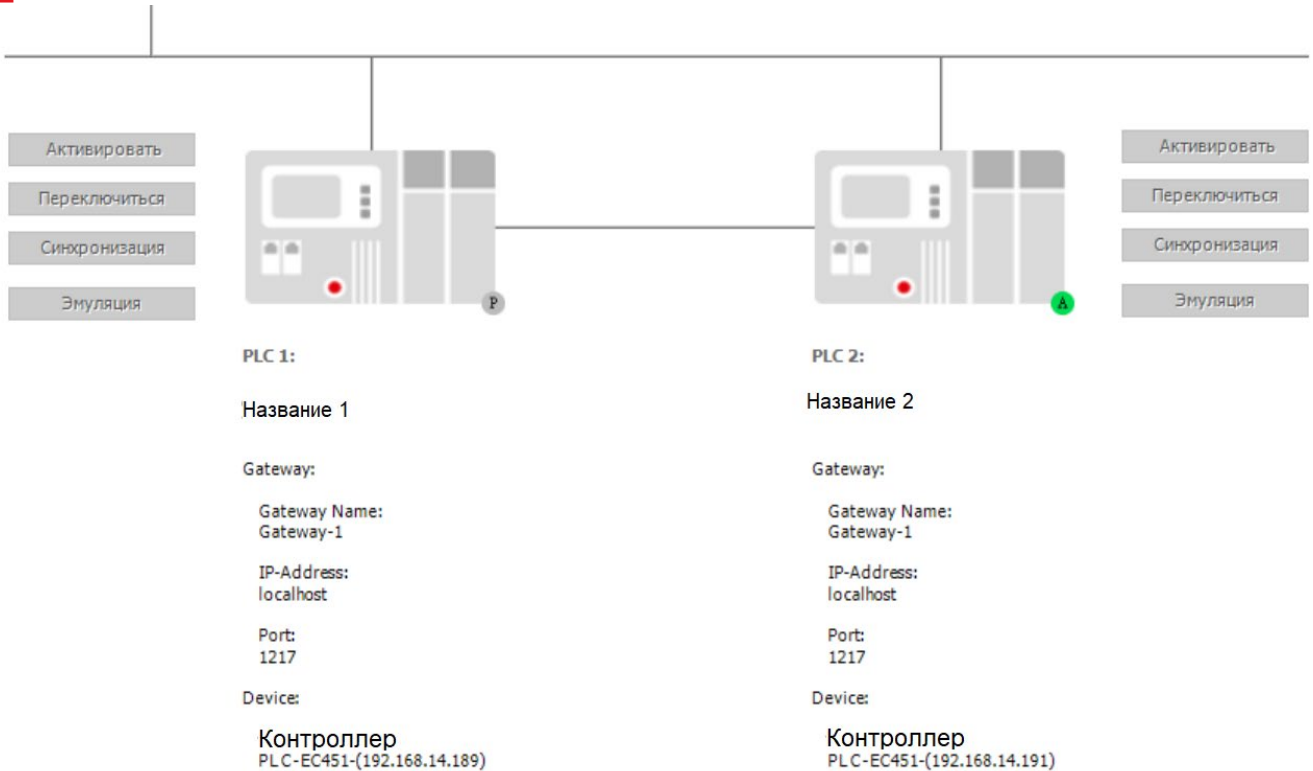

Рисунок 231– Отключение питания активного (основного) ПЛК (ПЛК №1)
1) Отключение питания активного (основного) ПЛК (ПЛК №1) (Рисунок 231):